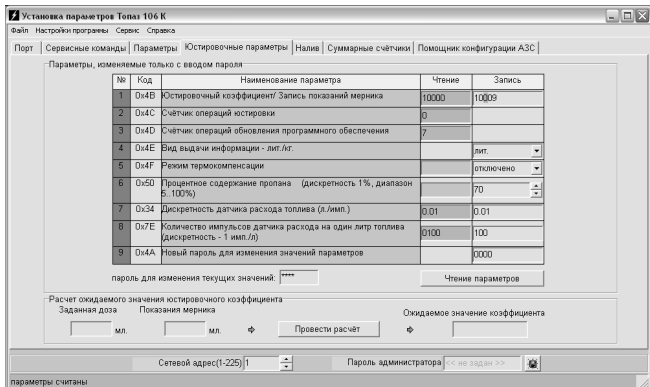

Рисунок 4
7.5 На вкладке "Юстировочные параметры" программы производится работа с юстировочными параметрами устройства (рисунок 4).